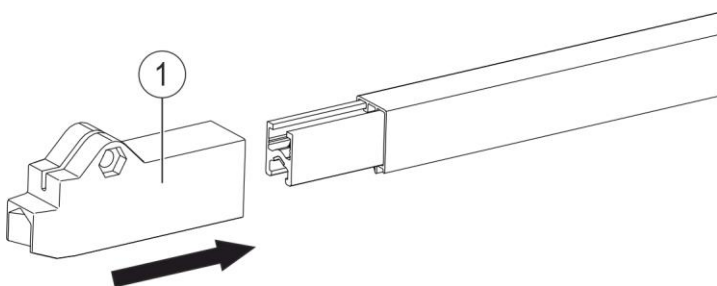
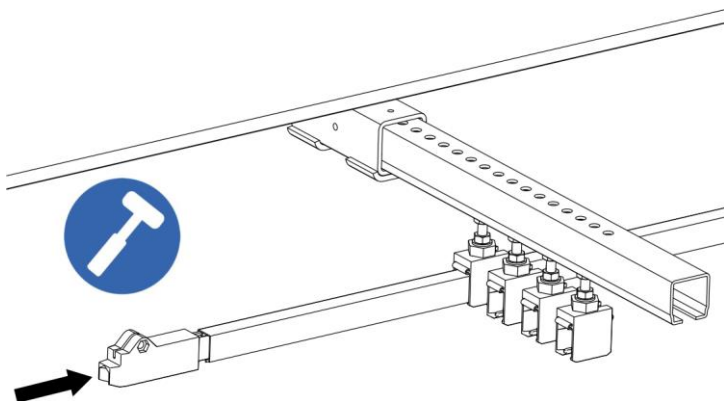

Fig. 103 : Placer l'embout final sur l'extrémité du rail conducteur
Fig. 104 : Pousser l'embout final sur l'extrémité du rail conducteur
- Pousser l'embout final (pos. 1) sur l'extrémité du rail conducteur en donnant avec précaution de légers coups de marteau (voir Fig. 103, Fig. 104 et Fig. 105).